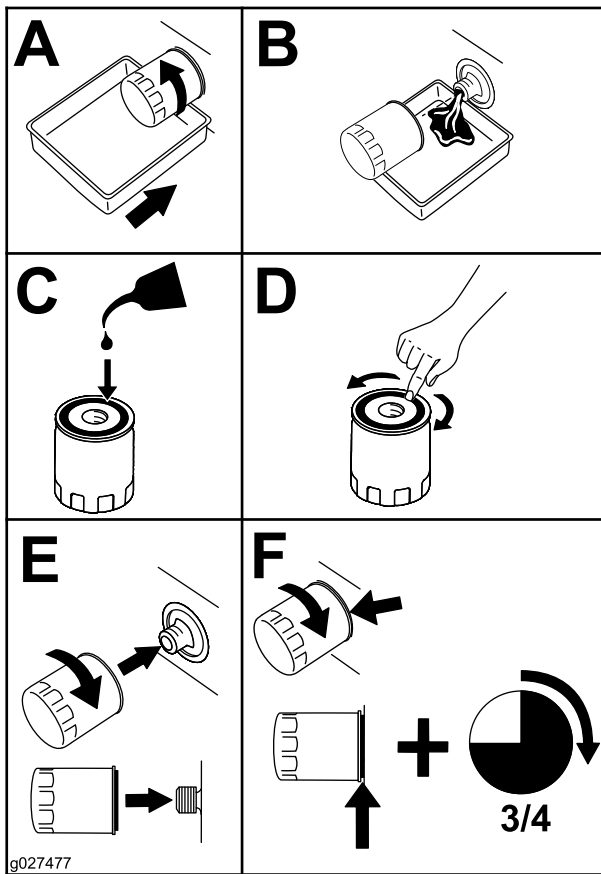

Bild 26
2. Wechseln Sie den Motorölfilter aus (Bild 26).